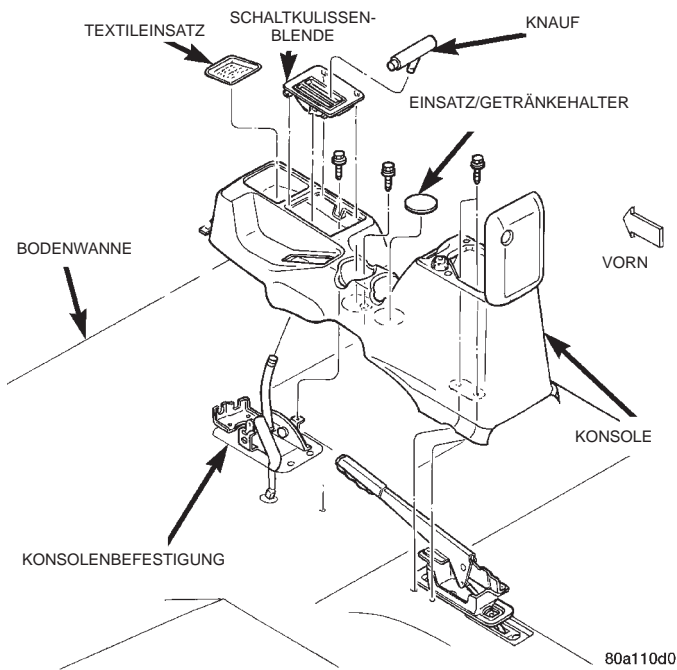

Abb. 61 Mittelkonsole
(3) Wählhebelknauf (nur Automatikgetriebe) fassen und nach oben abziehen.
(4) Mit einer schmalen flachen Klinge die Schaltkulissenblende abhebeln, Steckverbinder der Schaltkulissenbeleuchtung abklemmen und Schaltkulissenblende ausbauen (nur Automatikgetriebe).
(5) Mit einem Hartkunststoffstab Schalthebelmanschette abhebeln und herausnehmen (nur Schaltgetriebe).
(6) Befestigungsschrauben lösen, mit denen die Konsole an der Bodenwanne befestigt ist (Abb. 61).
(7) Verteilergetriebe in Stellung "four low" schalten.
(8) Feststellbremse anziehen.
(9) Konsole anheben, drehen und durch die Beifahrertür aus dem Fahrzeug nehmen.